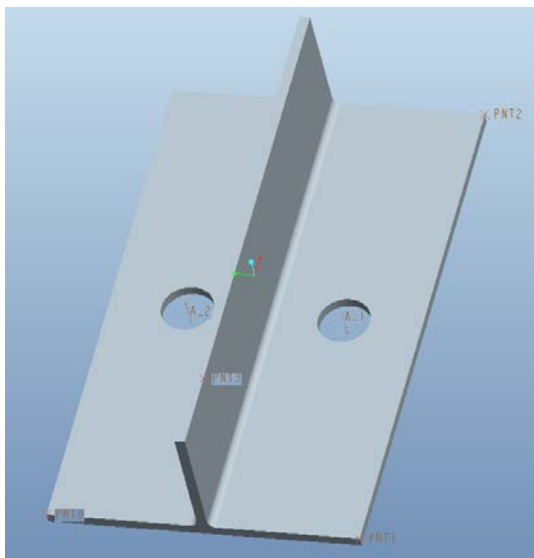

Рис. 14. Задание базовых точек
- выберите четыре вершины на прямоугольной поверхности, как показано на рис. 14.